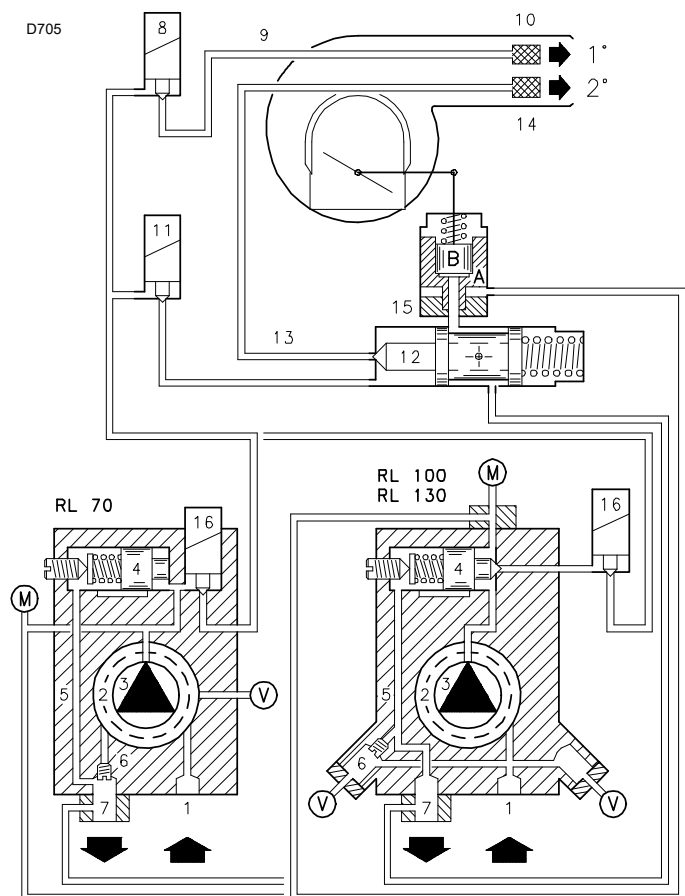

Fig. 27
8.2.1 Avviamento bruciatore (Fig. 26) - (Fig. 27)